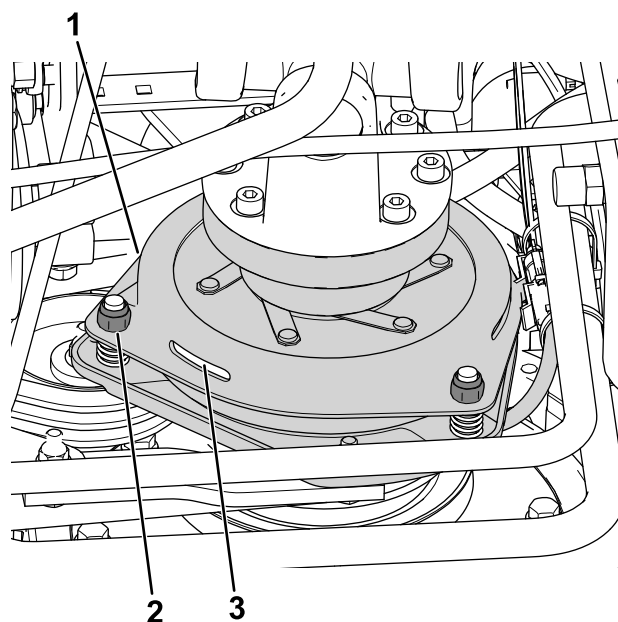

Figure 78
3. Réglez l'entrefer de façon à pouvoir passer une jauge d'épaisseur de 0,3 mm entre la garniture d'embrayage et la plaque de frottement en poussant légèrement (Figure 78).
Remarque: Pour diminuer l'entrefer, tournez les écrous de réglage dans le sens horaire (Figure 78). L'entrefer ne doit pas dépasser 0,6 mm. Réglez les 3 entrefers à 0,4 mm.